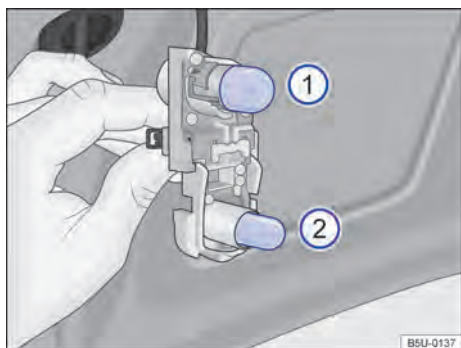

Fig. 112 No suporte das lâmpadas: localização das lâmpadas.
- Para remover a lâmpada incandescente queimada  → Fig. 112, pressionar a lâmpada contra o suporte e girar, ao mesmo tempo, no sentido anti-horário.
5. Para remover a lâmpada incandescente queimada  → Fig. 112, puxar a lâmpada do suporte para removê-la.
A localização e a identificação das lâmpadas incandescentes → Fig. 112 estão relacionadas a seguir: